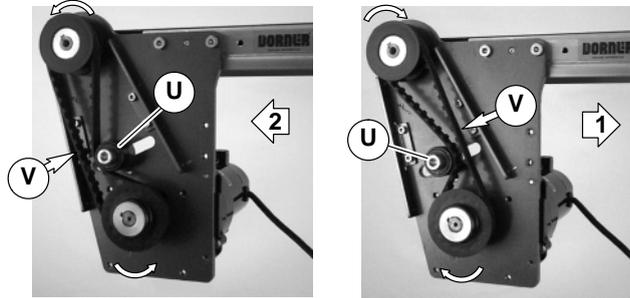

Abbildung 11
3. Je nach Laufrichtung des Fördergurtes (Richtung 1 oder 2) Lage der Zahnriemen-Spannvorrichtung wie gezeigt positionieren (U siehe Abbildung 11). Zahnriemen so spannen, bis eine Durchbiegung von 3 mm bei einer Kraft von 0,5 kg am mittleren - Punkt (V) des Zahnriemens erreicht ist. Die Spannschraube mit 12 Nm festziehen.
- Je nach Laufrichtung des Fördergurtes (Richtung 1 oder 2) Lage der Zahnriemen-Spannvorrichtung wie gezeigt positionieren (U siehe Abbildung 11). Zahnriemen so spannen, bis eine Durchbiegung von 3 mm bei einer Kraft von 0,5 kg am mittleren - Punkt (V) des Zahnriemens erreicht ist. Die Spannschraube mit 12 Nm festziehen.